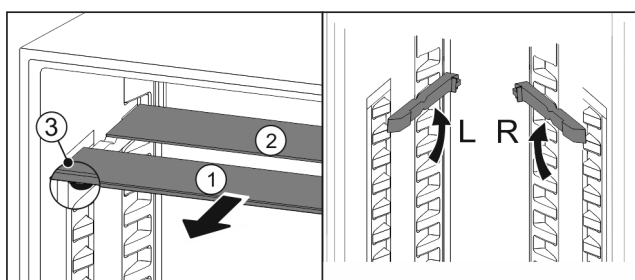

Fig. 60
- Vedä lasilevyt yksittäin etukautta ulos Fig. 60 (1).
- ▷ Koristelistalla varustettu lasilevy Fig. 60 (1) on edessä.
- ▷ Pysäyttimet Fig. 60 (3) osoittavat alaspäin.